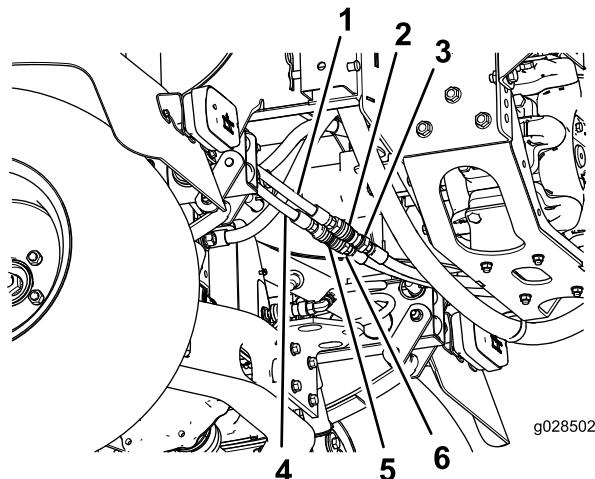

Figura 9
3. Ligue as mangueiras hidráulicas aos conectores rápidos, conforme indicado em Figura 9.